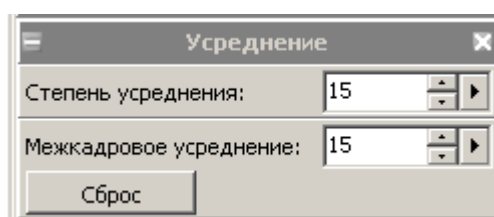

Рисунок 13 – Панель управления «Усреднение»
7.5.22 Запустить процесс измерений в ПО. Установить значение фиксированной частоты 4000 МГц (количество точек 1), максимальную степень усреднения и межкадрового усреднения (рисунок 13) и уровень выходной мощности таким, чтобы результат измерений был $(-55,0 \pm 0,5)$ дБм. Зафиксировать результат измерений $P_{ДЕТ}$.